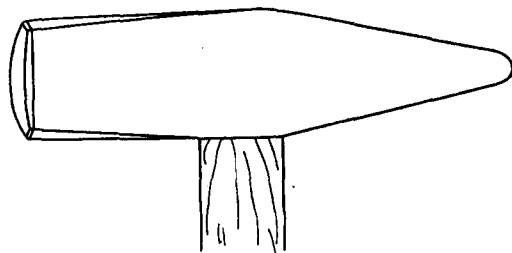

图 1-20
(4)钳工锤(图 1-20)。钳工锤的质量要与所划线的工作相适应,锤头要固定牢固。